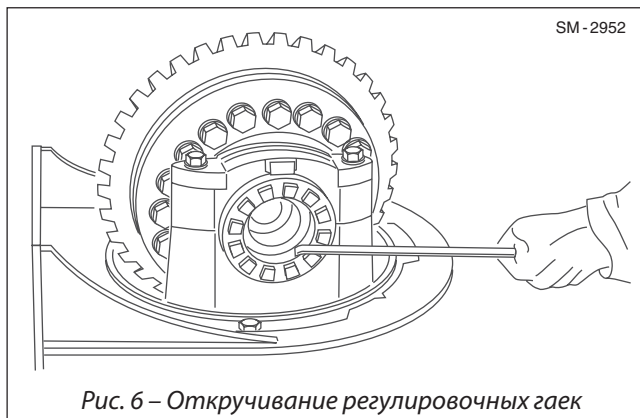

Рис. 6 – Откручивание регулировочных гаек
7. Извлеките штифты с пропилом (20), затем ослабьте регулировочные гайки (1 и 19), как показано на рис. 6.